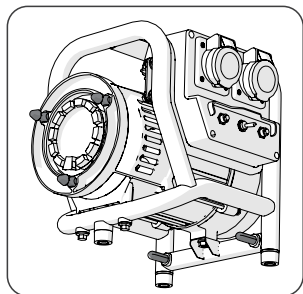

Fig. 7
- Tenere i 3 perni di centraggio e i 2 perni stabilizzanti puliti e, occasionalmente, inumidirli con uno spray a base di olio di silicone. (Fig. 7)